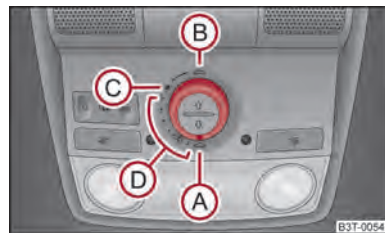

Fig. 31 Conmutador giratorio para el techo corredizo panorámico
El techo corredizo panorámico con cortinilla antisolar enrollable se puede activar con el conmutador giratorio sólo estando el encendido conectado ⇒ fig. 31. El conmutador giratorio tiene varias posiciones.
- Gire el conmutador a la posición **C** ⇒ fig. 31.
- Gire el conmutador a la posición **A** ⇒ fig. 31.